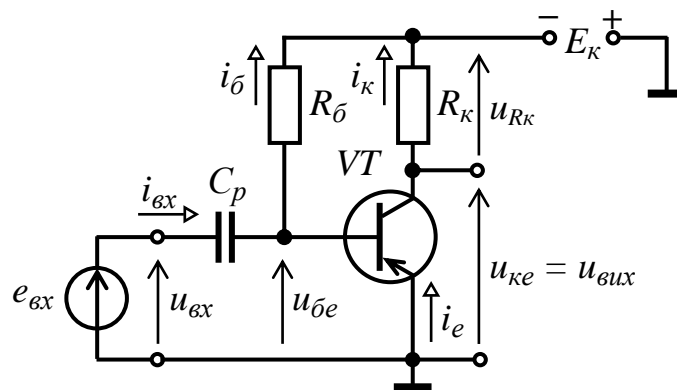

Рис. 5
25. Для чого призначений конденсатор  $C_p$  (рис. 5)?
28. Для підсилювального каскаду на біполярному транзисторі (рис. 5) визначить напругу колектор-емітер  $U_{KE}$ , якщо відомо, що струм колектора транзистора  $I_K = 15$  мА, величина опору резистора  $R_K = 1$  кОм, величина напруги джерела живлення  $E_K = 25$  В.
29. Для підсилювального каскаду на біполярному транзисторі (рис. 5) визначить опір резистора  $R_B$ , якщо відомо, що струм  $I_B = 10$  мА, величина напруги база-емітер  $U_{BE} = 1$  В, величина напруги джерела живлення  $E_K = 20$  В.
30. Для підсилювального каскаду на біполярному транзисторі (рис. 5) визначить опір резистора  $R_K$ , якщо відомо, що струм  $I_K = 12$  мА, величина напруги колектор-емітер  $U_{KE} = 11$  В, величина напруги джерела живлення  $E_K = 35$  В.
31. Для підсилювального каскаду на біполярному транзисторі (рис. 5) визначить напругу база-емітер  $U_{BE}$ , якщо відомо, що струм  $I_B = 0,1$  мА, величина опору резистора  $R_B = 100$  кОм, величина напруги джерела живлення  $E_K = 15$  В.